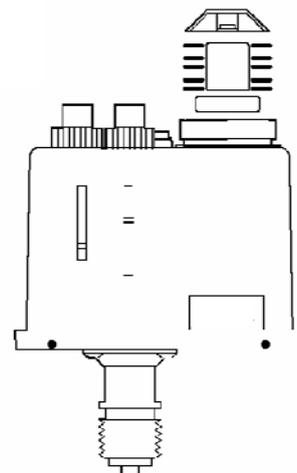

Рис. 5
Установка давления включения и дифференциала давления происходит с помощью верхних винтов, как показано на Рис. 5, при визуальном отображении на двух градуированных шкалах.
2.1.3 Предохранительное реле давления (Рис. 5)